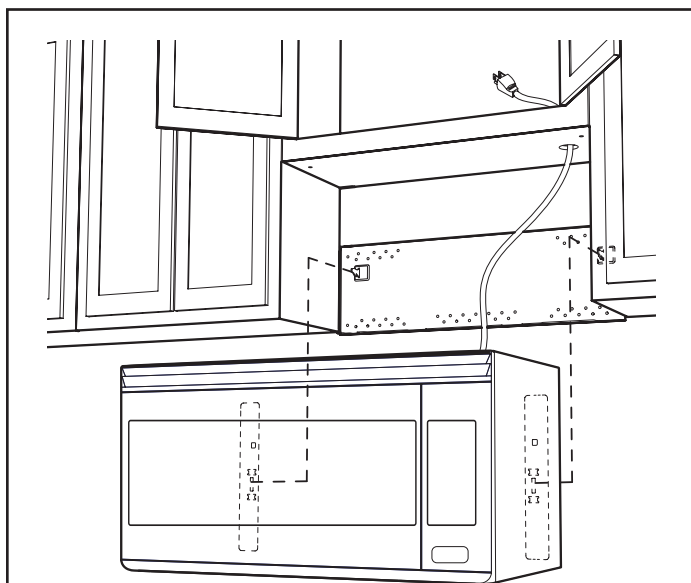

Figura 20
1. Pase el cable de alimentación a través del orificio hecho en la parte inferior del gabinete superior. Instale el horno presionándolo sobre la placa de montaje. Vea la Figura 20.